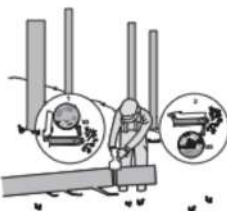

Abb. 5
Wenn der Stamm an beiden Enden aufliegt, wie in Abbildung 5 dargestellt, schneiden Sie $\frac{1}{3}$ des Durchmessers oben (Overbock) (1). Anschließend wird der fertige Schnitt durch Unterbiegen (2) der unteren $\frac{2}{3}$ bis zum ersten Schnitt ausgeführt.